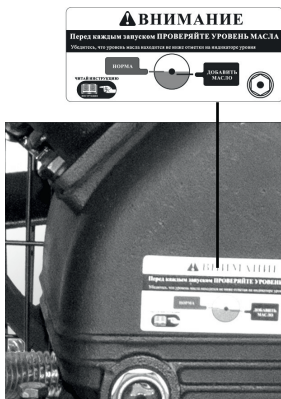

Рис. 3
- Перед первым использованием проверить наличие масла в картере компрессора и, при необходимости, добавить по уровню. (рис. 3)
- Поддерживайте уровень масла в пределах красной метки на индикаторе уровня масла. (рис. 3)
2. Проверьте уровень масла (рис. 3).
- Используемое масло должно быть чистым, его уровень должен быть на красной отметке измерительного окошка (рис. 3).